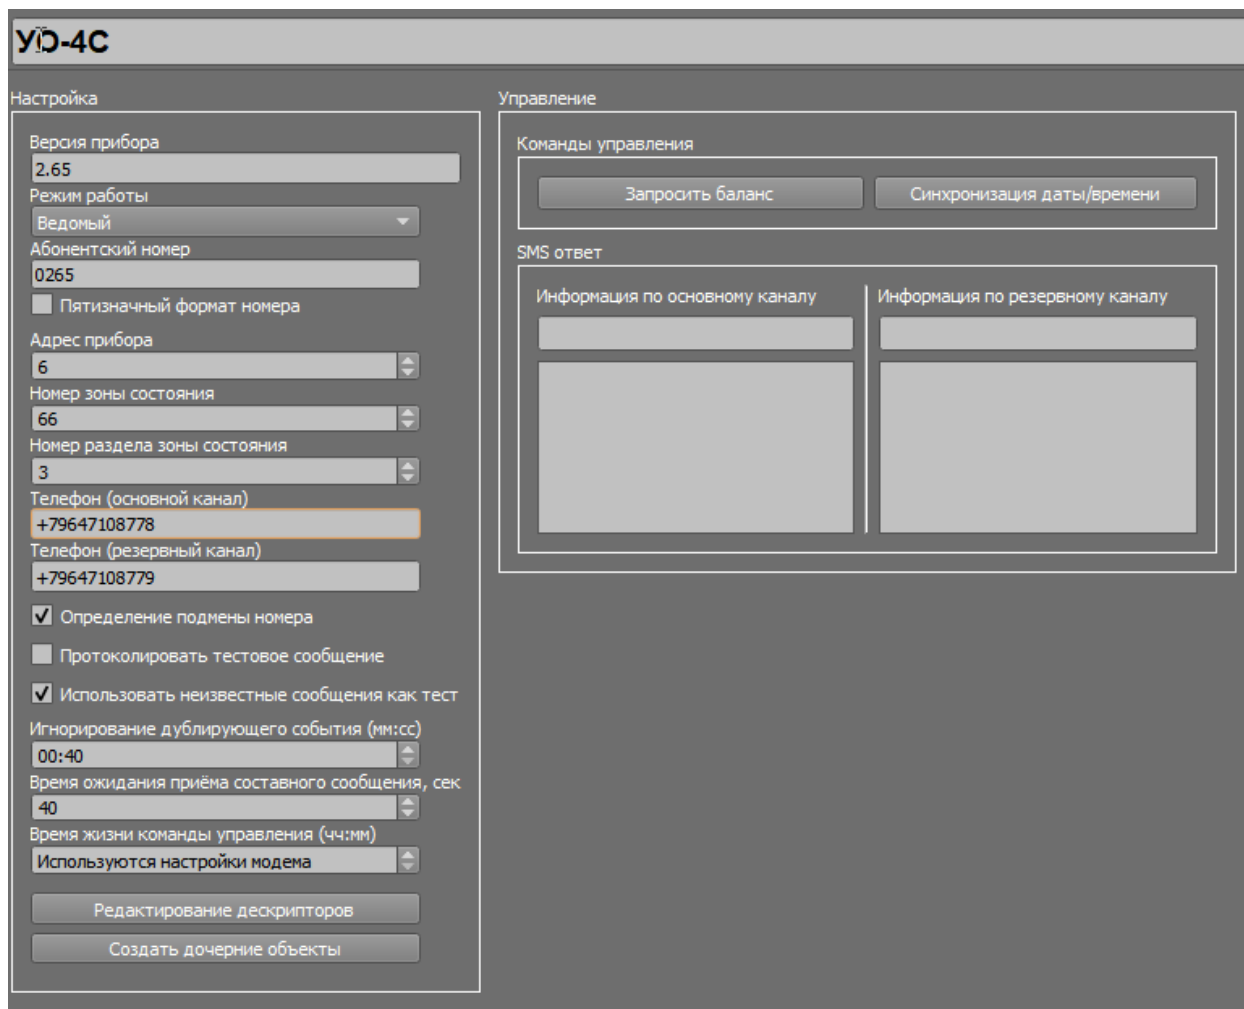

Рисунок 3-12. Свойства прибора «УО-4С»
3. После создания «УО-4С» заполните поля свойств в разделе «Настройка» (Рисунок 3-12) в соответствии с конфигурацией «УО-4С» в программе «Uprog.exe»: